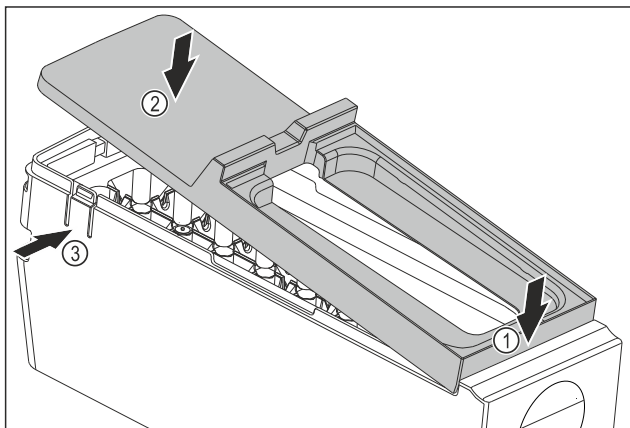

Fig. 120
- ▶ Monter dekelet til hoveddelen til EasyTwist-Ice: Fest dekelet foran. Fig. 120 (1)
- ▶ Senk dekelet bak. Fig. 120 (2)
- ▷ Dekelet går hørbart i inngrep i begge tappene Fig. 120 (3).